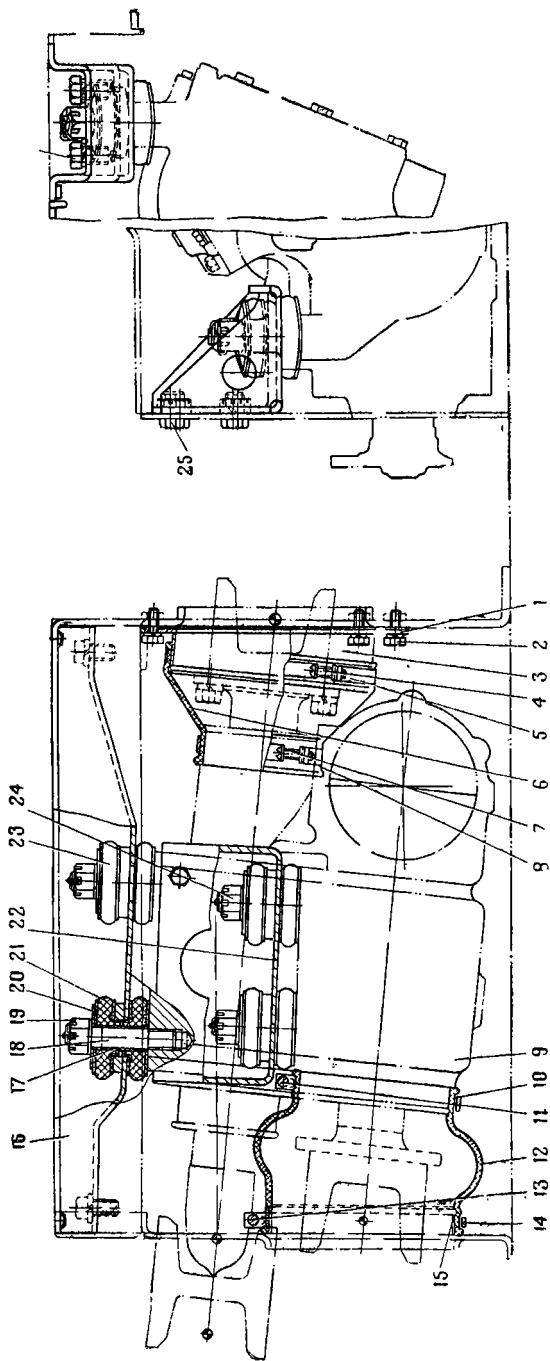

Рис. 19. Установка раздаточной коробки:
9. Отвернуть гайки с винтов 4, 7, 11 и 13 (рис. 19), снять хомуты 5, 8, 10 и 14 и сдвинуть уплотнители 6 и 12 в сторону раздаточной коробки.
2. Надеть на раздаточную коробку уплотнители 6 и 12 (рис. 19) и зачалить ее тросом. Приподнять коробку и установить на место.